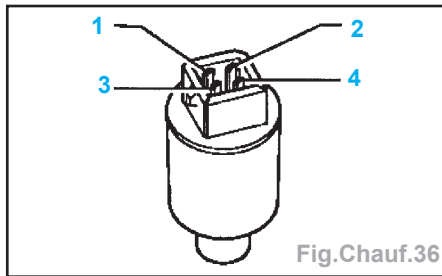

Fig. Chauff.36
- L'élément de commutation entre le compartiment 1 (Fig. Chauff.36) et le compartiment 2 du boîtier enfichable met le coupleur électromagnétique -